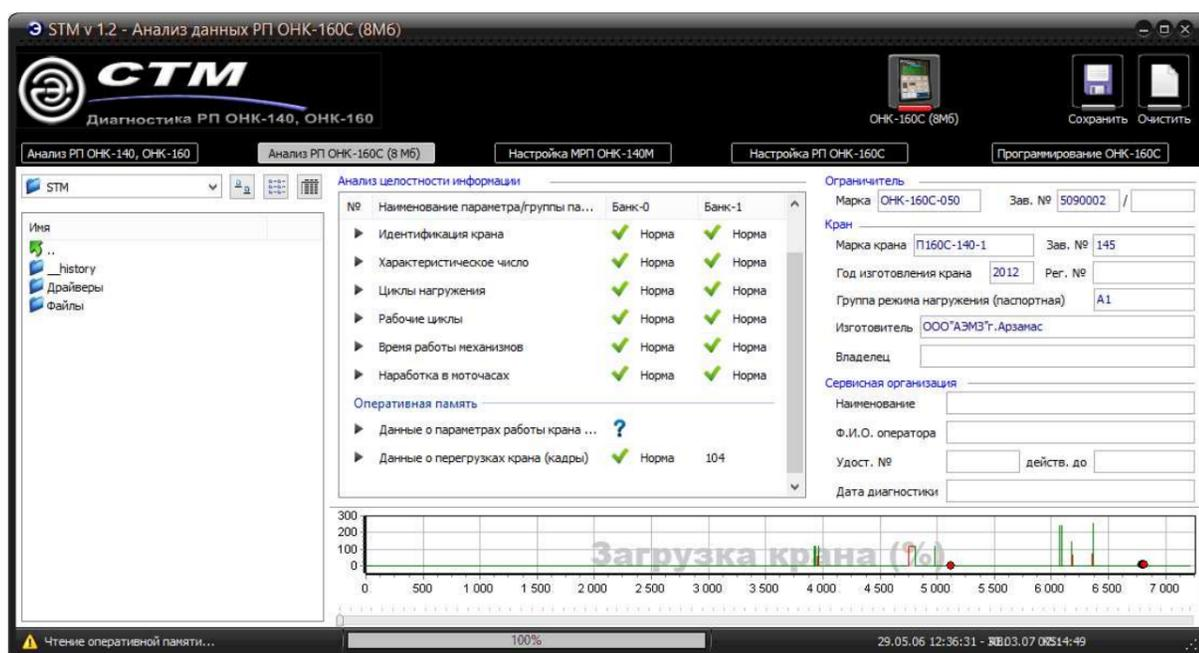

Рисунок 22. Считывание информации из РП ОНК-160С (8МБ).
- Таблица анализа целостности информации заполнится наименованиями блоков (Рисунок 22).
7. По мере поступления оперативной информации из РП будет строиться график «Загрузка крана» и анализироваться целостность информации. В строке состояния справа отображаются начальная и конечная дата проанализированного фрагмента (Рисунок 22). Дата формата «FF.FF.FF FF:FF:FF» отображается для незаполненных на текущий момент кадров.